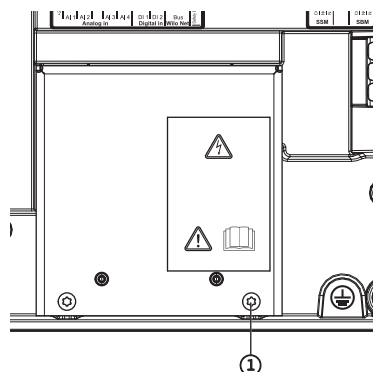

Fig. 113: Elektromagneticky kompatibilní ochranný plech
4. Povolte šrouby ochranného plechu (Fig. 113, poz. 1), který splňuje elektromagnetickou kompatibilitu, a ochranný plech sejměte.